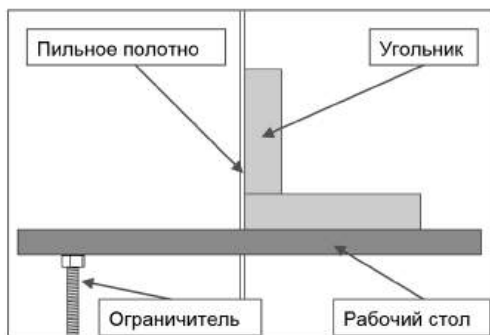

Рис. 22
- Если необходима регулировка, ослабьте контргайку ограничителя и поворачивая ограничитель наклона стола влево или вправо, установите угол между столом и пильным полотном  $90^\circ$  (рис. 22).